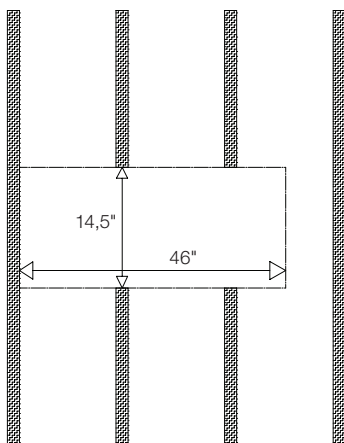

Fig. 15
2. Skær helt igennem vægstolper, som falder inden for den nødvendige plads for SCL-2 (fig. 15). **DU SKAL FØRST FORSIKRE DIG OM, AT DE IKKE ER BÆRENDE SØJLER.**